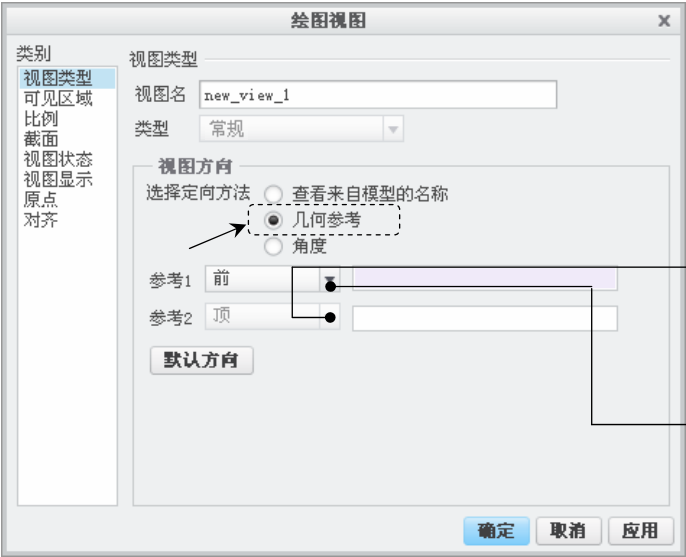

图 10.4.5 “绘图视图”对话框
(1) 定义放置参考 1。
① 在“绘图视图”对话框中，单击“类别”下的“视图类型”标签；在其选项卡界面的 **视图方向** 选项组中，选中 **选择定向方法** 中的 **几何参考**，如图 10.4.5 所示。